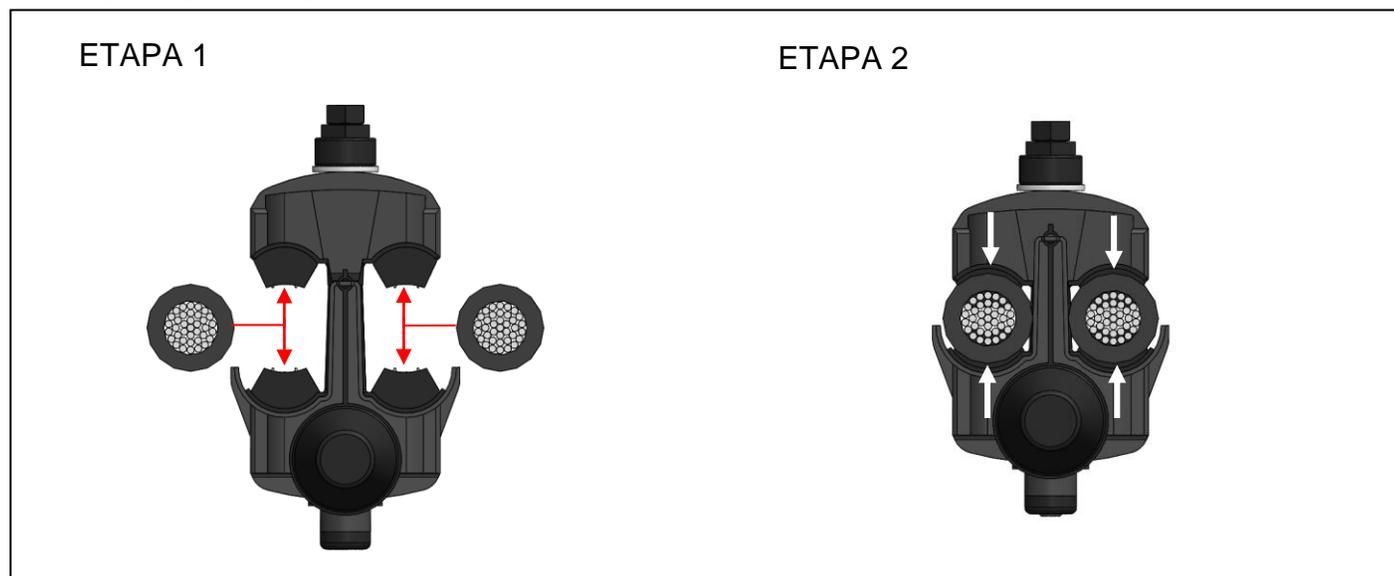

Figura 2
**3.2** Desrosqueie os parafusos com cabeça fusível até que o espaço entre a tampa e base do conector seja suficiente para a entrada do condutor tronco e do cabo de derivação pela lateral do conector KARP 35 kV, conforme imagem da etapa 1 na figura 2.